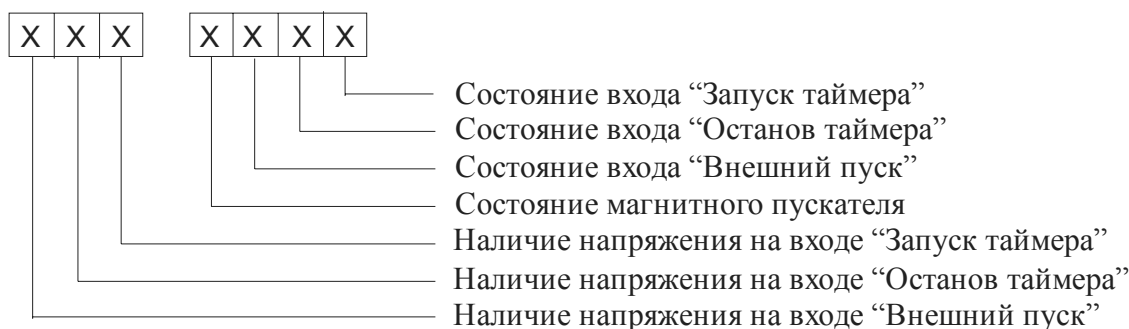

Рисунок 2 – Состояние дискретных входов
- состояние дискретных входов (см. рис. 2).